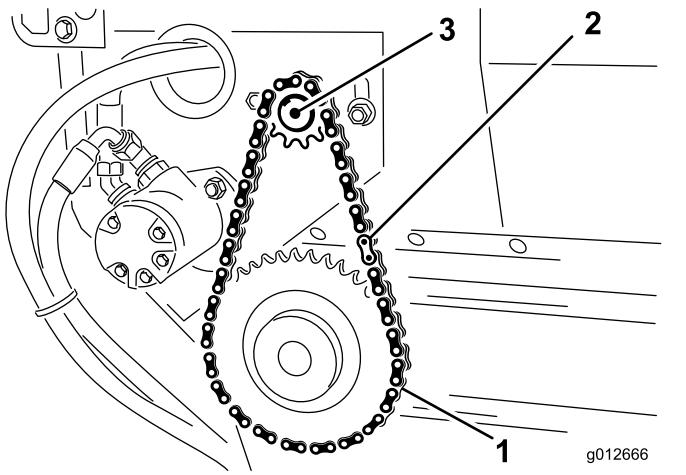

Рисунок 38
- Наденьте цепь на малую звездочку и закрепите цепь замыкающим звеном (Рисунок 38).